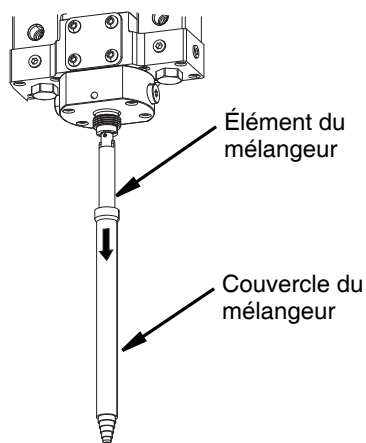

FIG. 21
5. Faire glisser le couvercle du mélangeur hors des éléments du mélangeur. Voir FIG. 21.